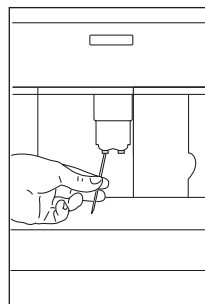

Рис. 34
- ▶ Регулярно проверяйте, не засорились ли отверстия краника выдачи кофе. При необходимости удаляйте кофейные отложения зубочисткой (Рис. 34).